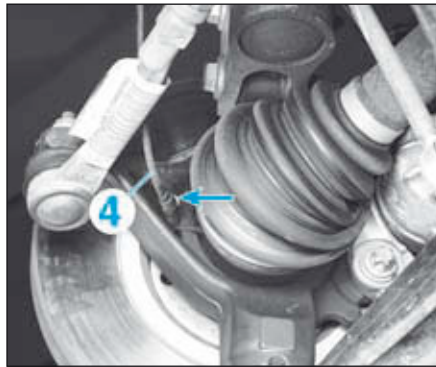

FIG.18
• Déposer la vis (flèche) du capteur de roue (4) puis l'écarter (Fig.18).